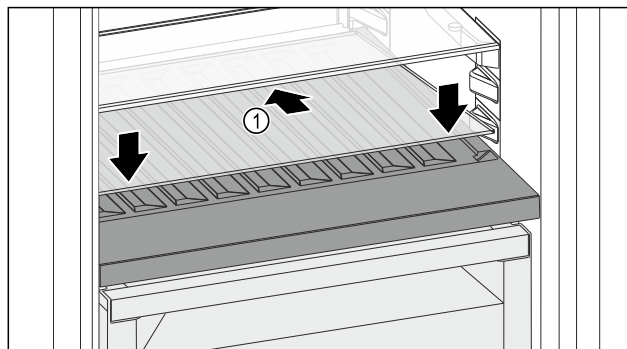

Fig. 164
- Skleněnou desku Fig. 164 (1) zasuňte šikmo a skloněnou dozadu dolů.
- Skleněnou desku Fig. 164 (1) vpředu spusťte dolů.